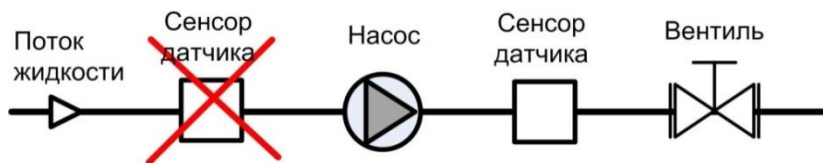

Рисунок 5.5 – Выбор места монтажа сенсора расходомера
**Монтаж сенсора вблизи насосов и клапанов:** следует избегать установки расходомера на всасывающей стороне насоса из-за опасности возникновения разрежения в трубопроводе (разрежение может вызвать отслоение футеровки и разрушение сенсора), рисунок 5.5.